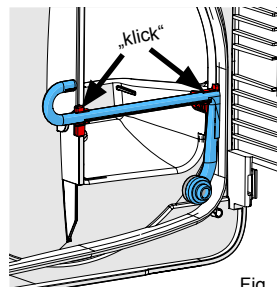

Fig. 12
- “Volver a montar el tubo, presionándolo en ambos soportes (Fig. 12).“